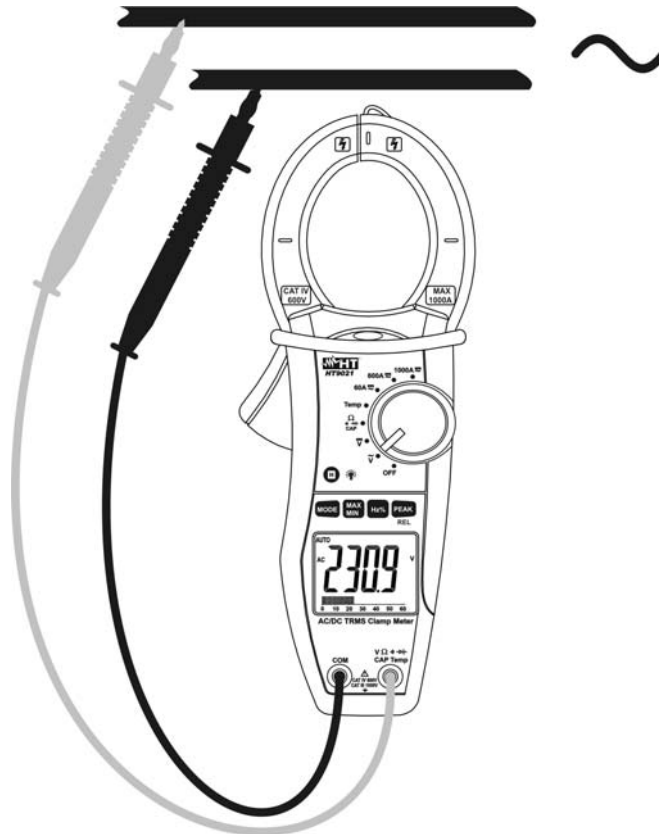

Abb. 2: AC Spannungsmessung
2. Verbinden Sie die Meßleitungen mit den Eingangsbuchsen. Die rote Meßleitungsbuchse mit der $V\Omega$ CAP Temp Eingangsbuchse, die schwarze Meßleitungsbuchse mit der COM Eingangsbuchse (Abb. 2)